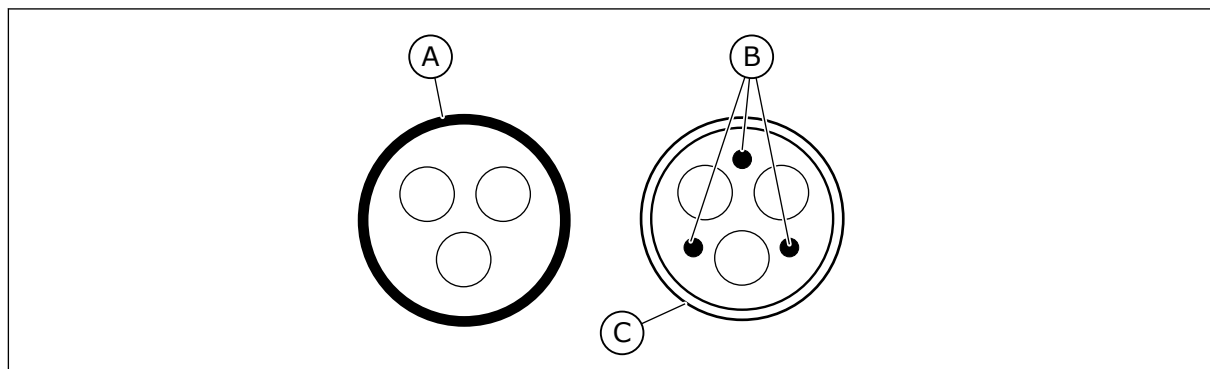

Fig. 36: Kaitsejuhtidega kaablid
2. Kentsentrilise kaitsejuhtmega sümmeetriline elektritoitekaabel. Määratud võrgupingele sobiv kaabel. Soovitav on kasutada kaablit MCMK. Vt *Fig. 36*.
3. Tihendatud väikeimpedantsvarjega sümmeetriline elektritoitekaabel. Määratud võrgupingele sobiv kaabel. Soovitav on kasutada kaablit MCCMK või EMCCK. Soovitav kaabli ülekandeimpedants (1–30 MHz) on maksimaalselt 100 mΩ/m. Vt *Fig. 36*. Elektromagnetilise ühilduvuse taseme C2 kohaselt peab kaablite mootoripoolse otsa läbiviiktihenditel olema 360° varjestus.